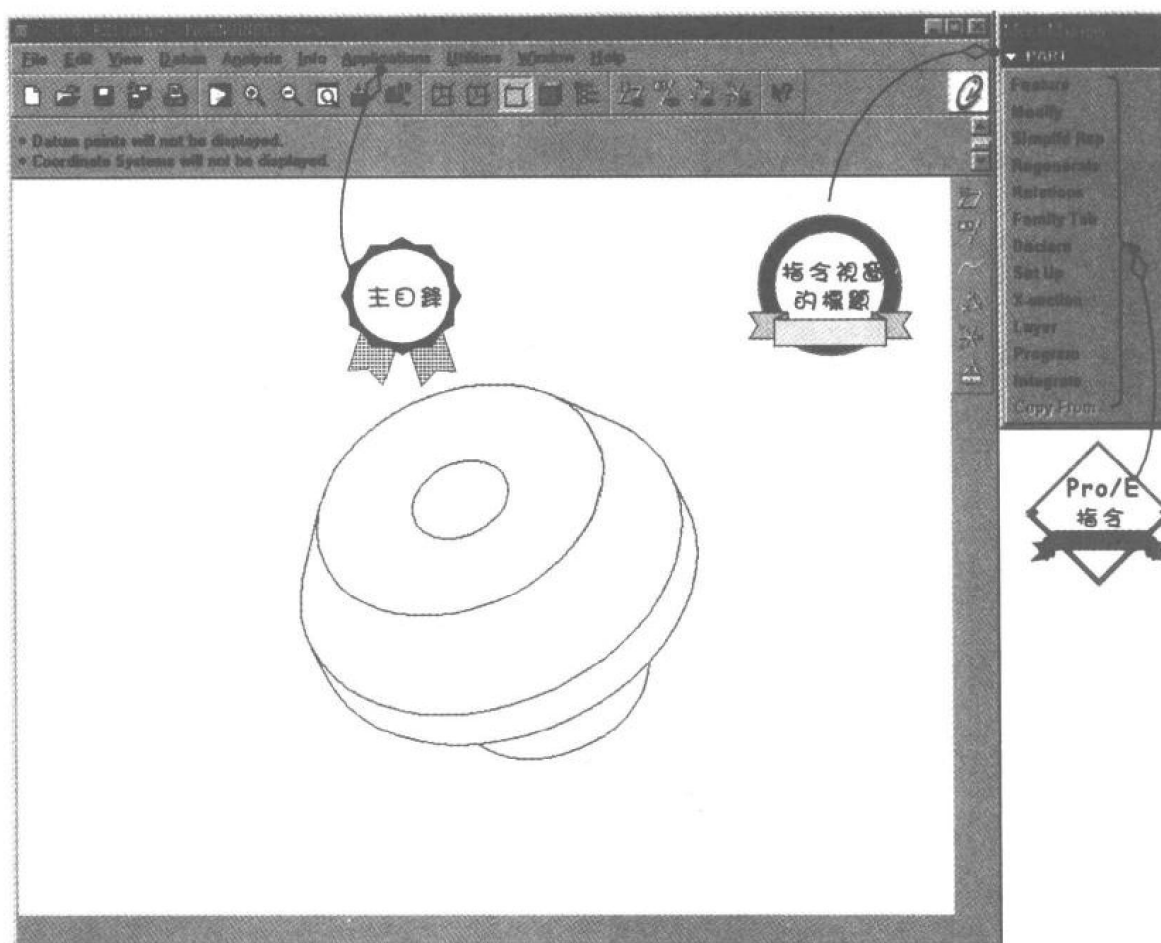

图 1
- ◆ 正体字(例如：PART / Feature 的 Feature)：Pro/ENGINEER 命令(如图 1 所示)。